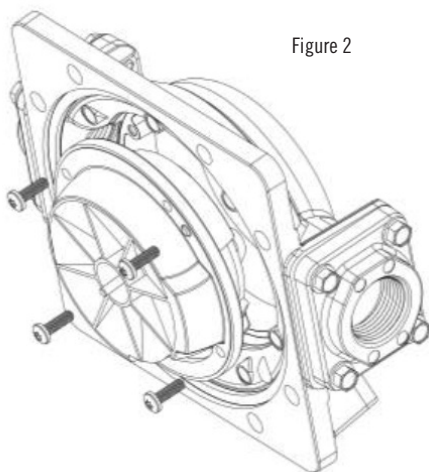

Figure 2
La chambre de mesure est constituée des chambres supérieure et inférieure, d'un disque oscillant et de quatre vis (Figure 2).
2. La chambre du compteur peut être délogée en retirant les 4 vis (voir Figure 2).